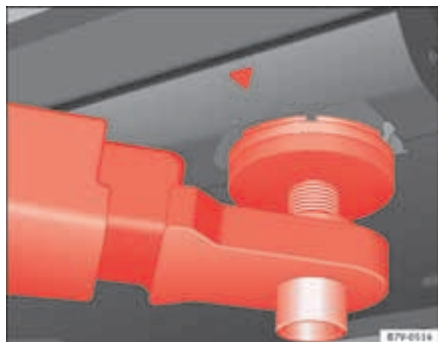
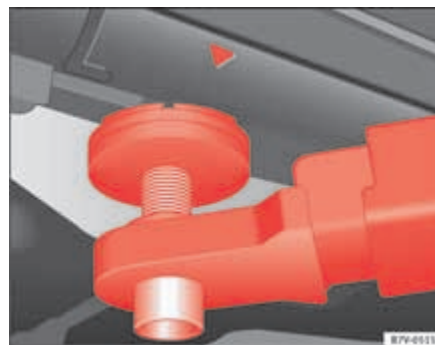

Fig. 157 Puntos de apoyo delanteros para elevar el vehículo con la plataforma elevadora o con el gato.
Fig. 158 Puntos de apoyo traseros para elevar el vehículo con la plataforma elevadora o con el gato.
Para levantar el vehículo deberá servirse únicamente de los puntos indicados en las figuras ⇒ fig. 157 y ⇒ fig. 158. Si no se eleva el vehículo por los puntos indicados, éste podría sufrir desperfectos ⇒ ⓘ y causar lesiones graves ⇒ ⚠.
- Elevar el vehículo sirviéndose únicamente de los puntos indicados en las figuras ⇒ **página 270, fig. 157** y ⇒ **página 270, fig. 158**. Si no se eleva el vehículo por los puntos indicados, podría caerse de la plataforma elevadora al desmontar, por ejemplo, el motor o la caja de cambios.